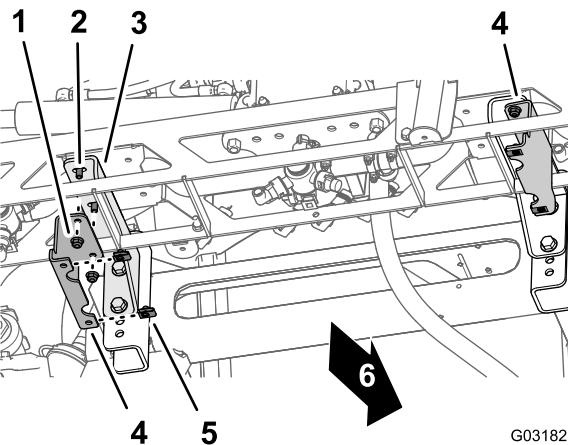

Figura 41
3. Retire las 2 contratuerca con arandela prensada (3/8") que sujetan el soporte de sujeción de la cubierta izquierda al soporte de sujeción izquierdo de la sección de brazo central y retire el soporte de sujeción de la cubierta (Figura 41).
4. Enrosque las 2 contratuerca con arandela prensada (3/8") en los pernos con arandela prensada (3/8" x 1") del soporte de sujeción izquierdo de la sección de brazo central (Figura 41) y apriete el perno y la tuerca a entre 37 y 45 N·m.
5. Repita los pasos 3 y 4 para el soporte de sujeción de la cubierta y el soporte de sujeción de la sección de brazo central a la derecha de la sección de brazo central (Figura 41).
6. Retire las tuercas rápidas de los soportes de sujeción izquierdo y derecho de la cubierta (Figura 41).